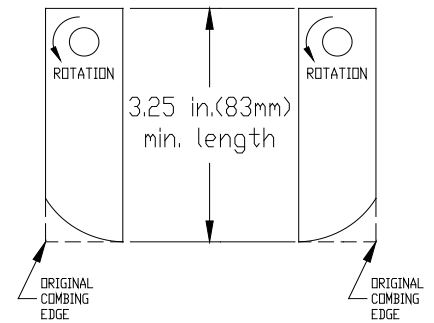

Abb. 9
4. Untersuchen Sie die Messer auf Verschleiß und tauschen Sie verbogene oder rissige Messer sofort aus. Messen Sie die Gesamtlänge des Messers. (Siehe Abb. 9)